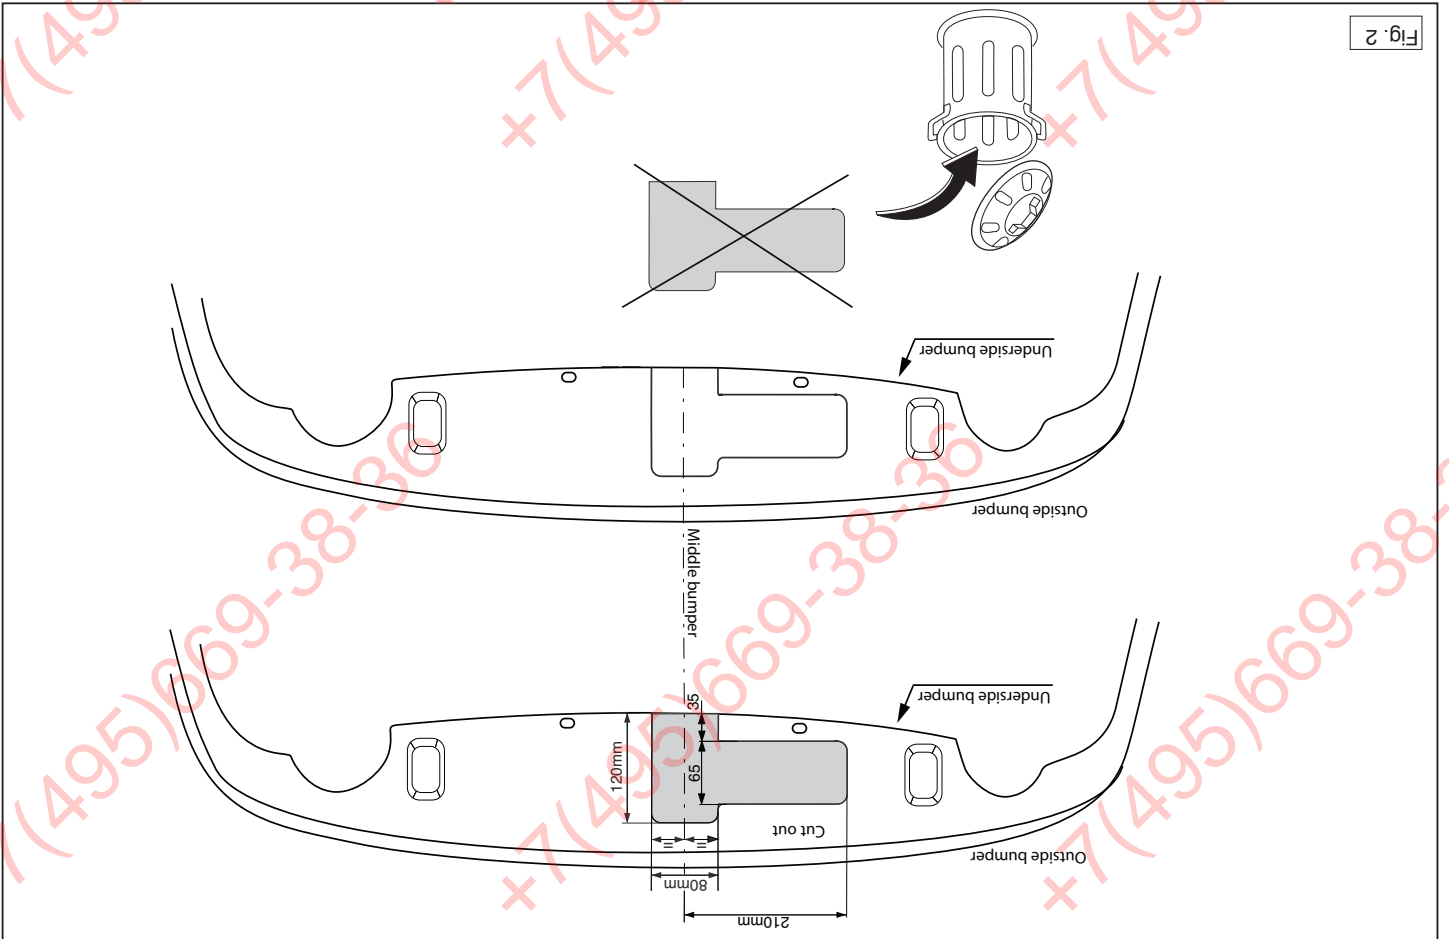

Fig. 2
7. Saw a section out of the middle of the underside of the bumper as shown in fig 2.
7. Auf der Unterseite der Stoßstange einen Teil aus der Mitte gemäß Abbildung 2 ausschneiden.
7. Scier au centre de la partie inférieure du pare-chocs une partie correspondant à la figure 2.
7. Sav en del ud af kotångerens midt på undersiden jf. fig. 2.